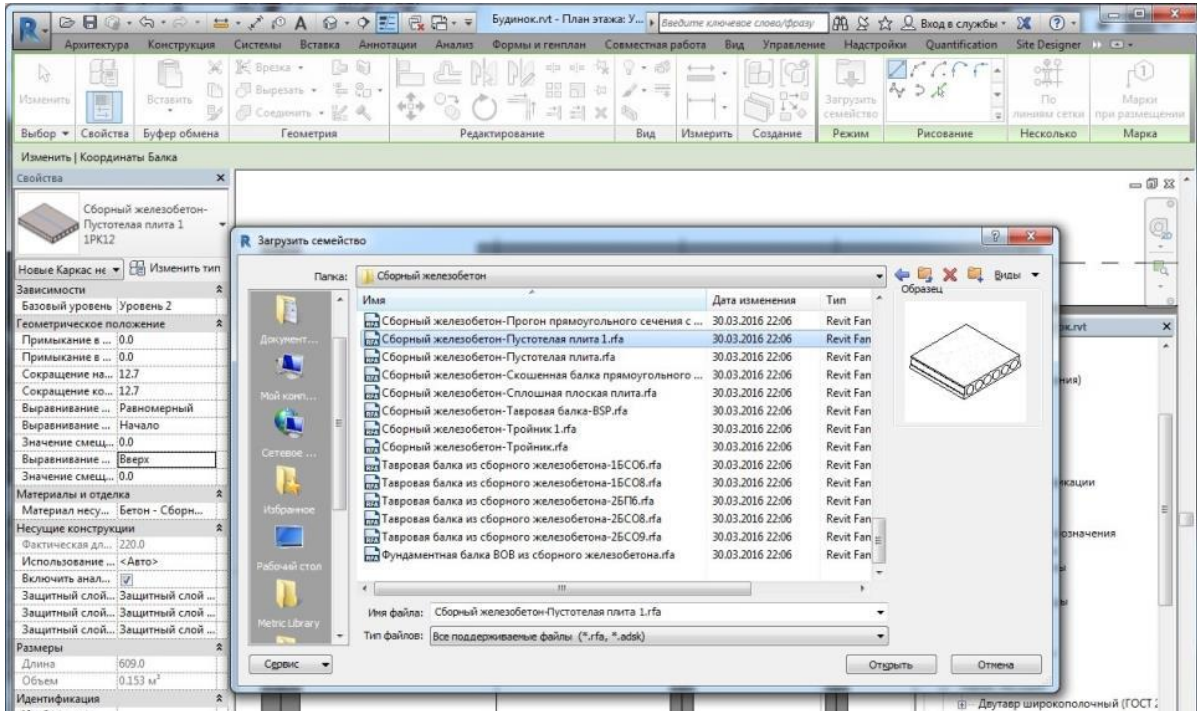

Рис. 2.22. Завантаження сімейства збірних залізобетонних кругло пустотних плит
- в меню *Вставка* оберіть вкладку *Завантажити сімейство* – відкрийте папку *Каркас несучий – Збірний залізобетон – Збірний залізобетон. Пустотіла плита* (або завантажити сімейство з інтернету), рис. 2.22.